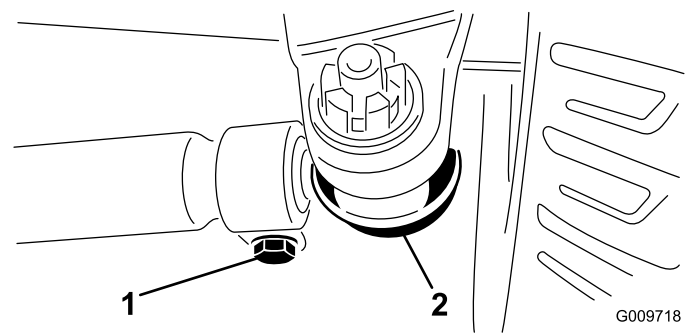

图 71
- 3. 要进行调节应从任一横拉杆球窝接头卸除开口销和螺母 (图 71)。从轴箱支架中拆除横拉杆球窝接头。
- 4. 拧松横拉杆两端的夹具 (图 71)。